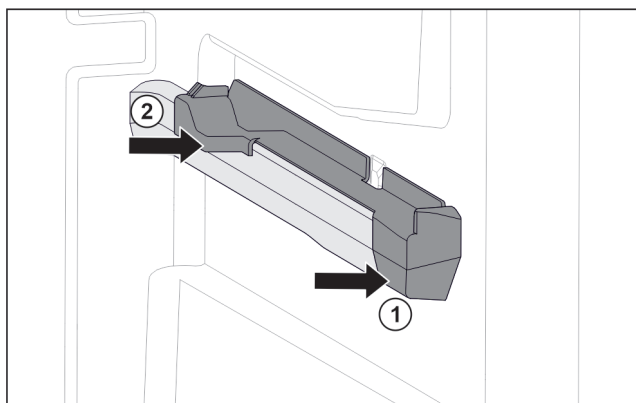

Fig. 94 Élément emboîtable sur la nervure de récipient droite
- ▶ Poser le devant de l'élément emboîtable contre la nervure de récipient. Fig. 94 (1)
- ▶ Enfoncer l'arrière de l'élément emboîtable. Fig. 94 (2)